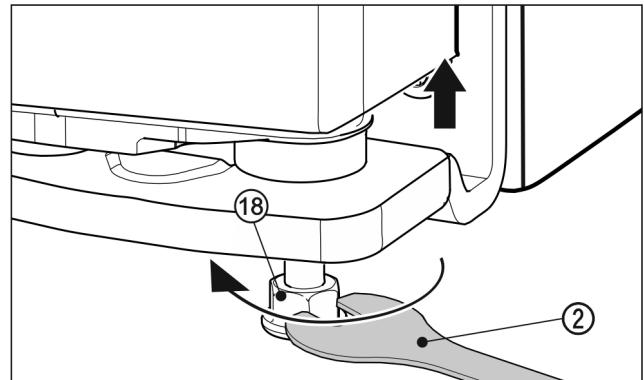

Fig. 23
- Zum Anheben der Tür den Stellfuß Fig. 23 (18) mit dem beiliegenden Gabelschlüssel Fig. 23 (2) rechtsherum bis Kontakt auf Fußboden herausdrehen. Dann weiter drehen bis die Tür in der Höhe verstellt ist. Im Auslieferungszustand ist der Lagerbolzen ganz eingedreht.